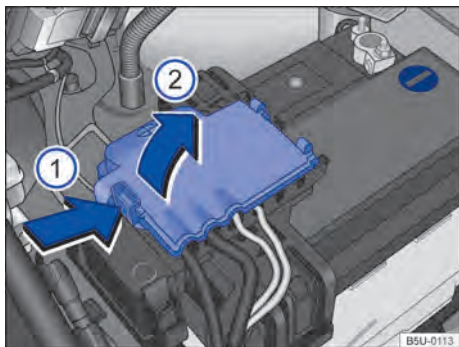

Fig. 184 Compartimento do motor: acesso ao terminal positivo da bateria.
- Abrir a cobertura do polo positivo. Para abrir pressionar a trava no sentido da seta → Fig. 184 , rebater a cobertura para o lado no sentido da seta .